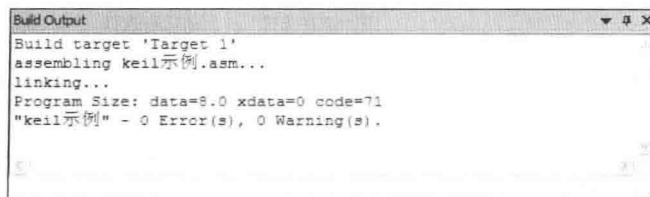

图 1-8 错误和警告信息
4) 编译项目并创建 HEX 文件 在“Target”选项卡中设置好参数后，即可对源程序进行编译。单击图标 或执行菜单命令“Project”→“Build Target”，可以编译源程序并生成应用程序。当所编译的程序有语法错误时，μVision4 将会在“Build Output”窗口中显示错误和警告信息，如图 1-8 所示。双击某一条信息，光标将会停留在 μVision4 文本编辑窗口中出现该错误或警告的源程序位置上。